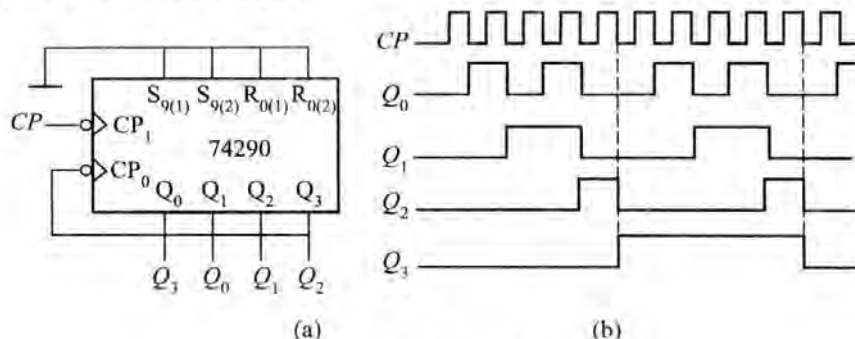

图 5.3.11 例 5.5 解图
(1) 只要将外 CP 送入 74290 的 CP_1 ,而将 Q_3 接至 CP_0 ,即可构成 5421 BCD 计数器,电路逻辑图如图 5.3.11 (a) 所示,注意输出的高低顺序。
(2) 计数态序表如表 5.3.3 所示。
(3) 5421 BCD 计数器的波形如图 5.3.11(b)所示。